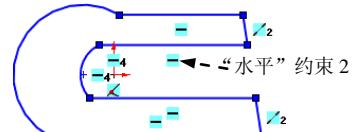
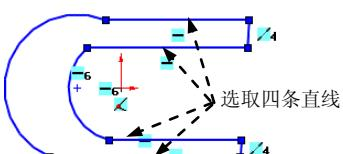

图 4.13.9 添加“水平”约束 2
图 4.13.10 选取四条直线
Step3. 添加如图 4.13.9 所示的“水平”约束 2。按住 Ctrl 键，选取如图 4.13.10 所示的四条直线，系统弹出“属性”对话框，在**添加几何关系**区域中单击**[] 水平(H)**按钮。